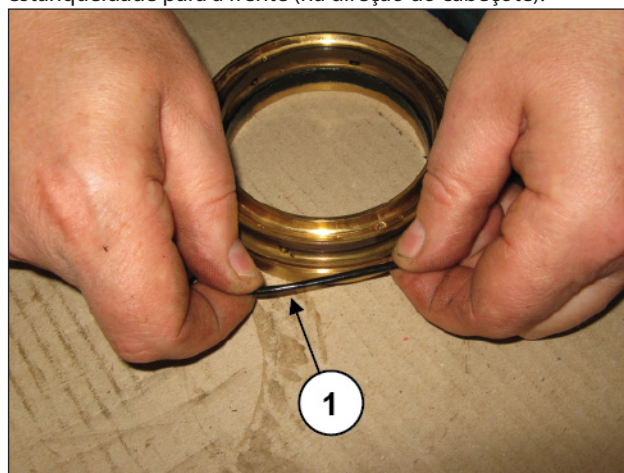
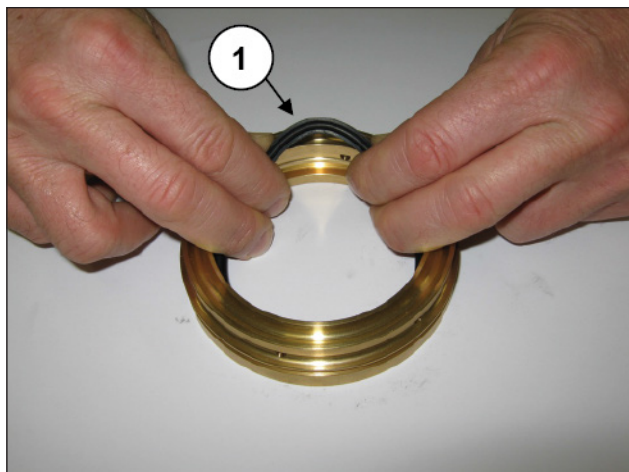

Fig. 220
Fig. 221
Insira o anel circular (pos. ①, Fig. 220) e o vedante de baixa pressão no suporte dos vedantes (pos. ①, Fig. 221) prestando atenção para o sentido da montagem, que prevê a borda de estanqueidade para a frente (na direção do cabeçote).